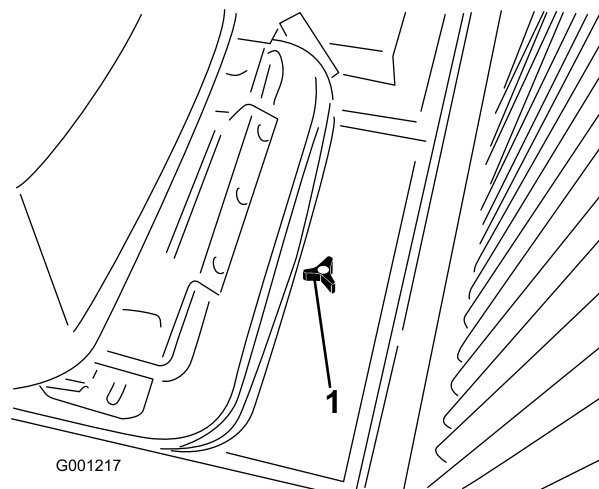

Figura 31
- Desaperte o manípulo e retire a tampa de acesso, na parte posterior da placa de montagem do banco (Figura 31).